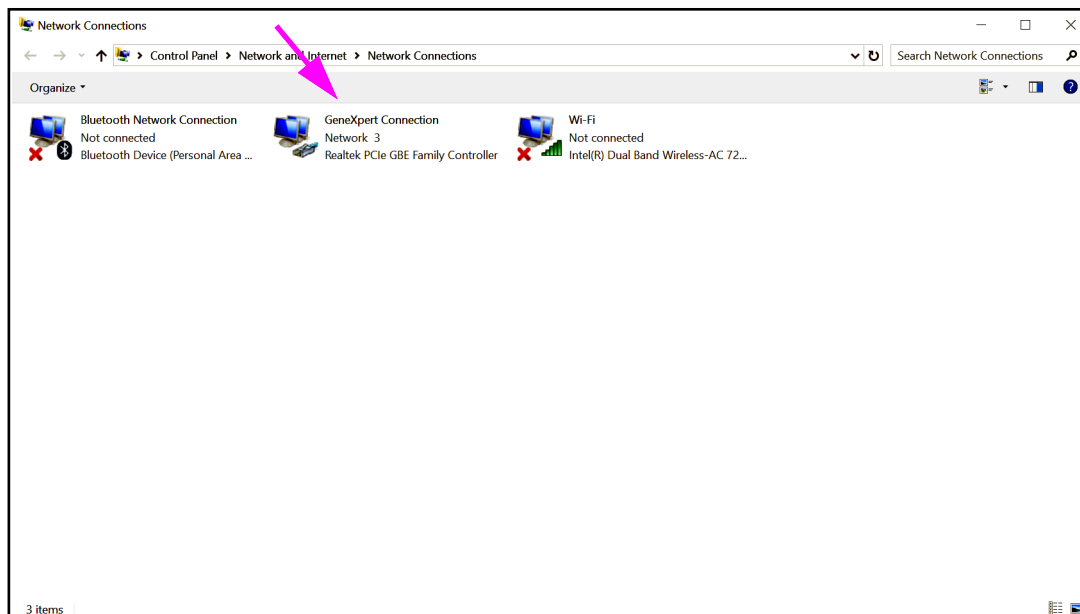

Abbildung 2-46. Bildschirm „Network Connections“ (Netzwerkverbindung)
5. Klicken Sie auf **Change adapter settings (Adaptoreinstellungen ändern)**. Der Bildschirm „Network Connections“ (Netzwerkverbindungen) erscheint. Siehe Abbildung 2-46.